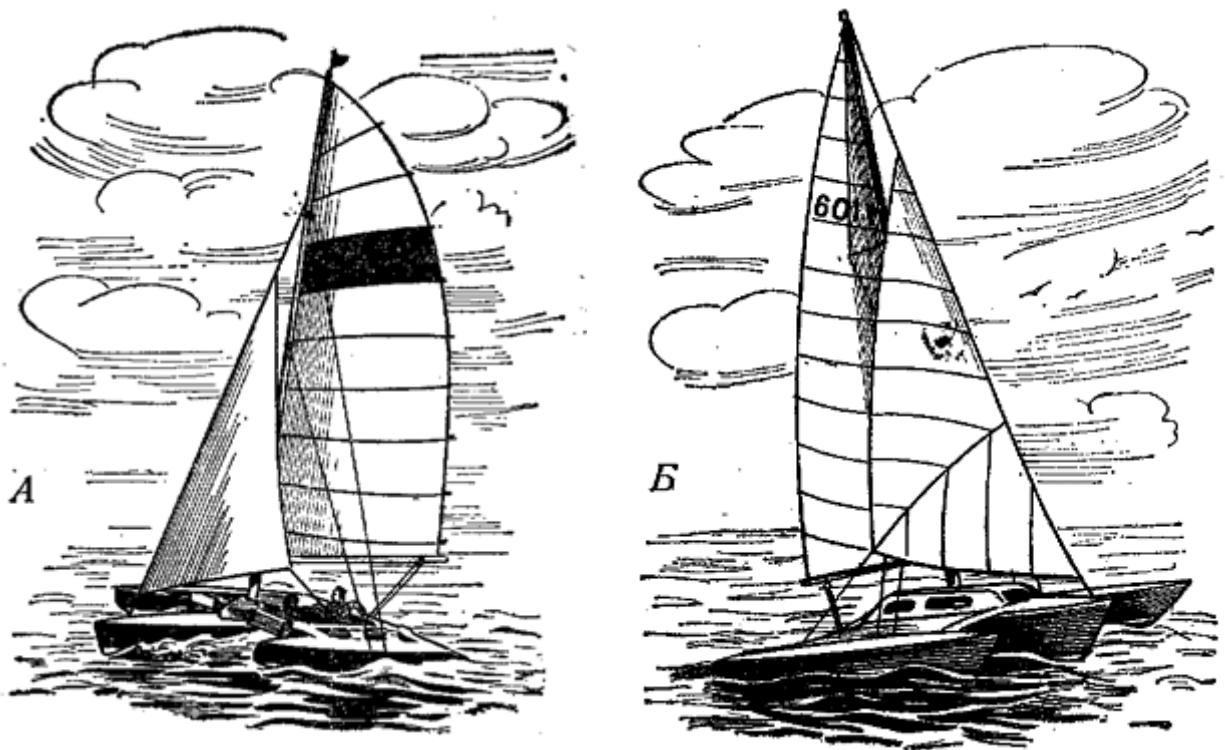

Рис. 8. Тримаран:
**Тrimараны (рис. 8)** имеют три корпуса: средний (более широкий, чем у катамаранов, но намного уже, чем у яхт) и два разнесенных и слегка приподнятых боковых, очень узких.